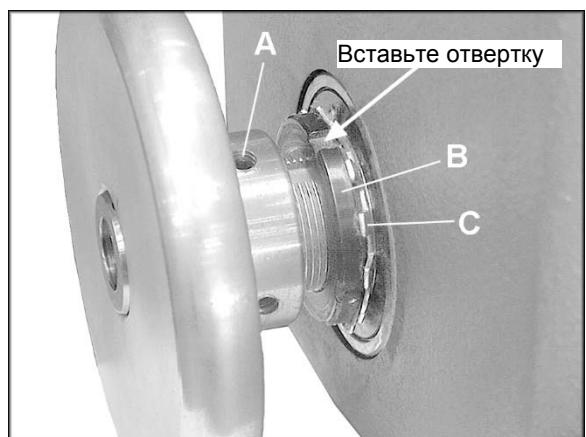

Рисунок 26
Подшипник шпинделя устанавливается на заводе-изготовителе. Люфта или ослабления в осевом направлении быть не должно. Если произошло ослабление, его можно устранить осторожным затягиванием зажимной гайки подшипника на шпинделе следующим образом (См. Рис. 26).
1. При помощи отвертки аккуратно отогните зубцы на шайбе (С, Рис. 26), которые фиксируют гайку подшипника (В, Рис. 26).
2. Расположите конец отвертки с плоским шлицом в один из пазов на фиксирующей гайке (В, Рис. 26).
3. Стукните по ручке отвертки молотком так, чтобы фиксирующая гайка (В, Рис. 26) затянулась по часовой стрелке. Поворачивайте фиксирующую гайку подшипника примерно на 1,5 мм за раз.
5. После того, как фиксирующая гайка (В, Рис. 26) была отрегулирована, аккуратно загните на место зубцы на шайбе (С, Рис. 26).
4. Ослабьте два установочных винта на делительном диске (А, Рис. 26) при помощи шестигранного ключа и снимите диск с передней бабки.
5. Ослабьте и снимите фиксирующую гайку подшипника (B, Рис. 26) и звездчатую шайбу (C, Рис. 26).
9. Задвиньте шпиндель на место, установите звездчатую стопорную шайбу (C, Рис. 26), и фиксирующую гайку подшипника (B, Рис. 26). Проверьте люфт шпинделя в осевом направлении (см. раздел “Проверка люфта шпинделя”).
10. Установите делительный диск на место и затяните установочные винты (A, Рис. 26).
11. Выровняйте новый шкив (см. раздел “Выравнивание ремня и шкивов”), затем крепко закрутите два установочных винта (C, Рис. 26) на шкиве.